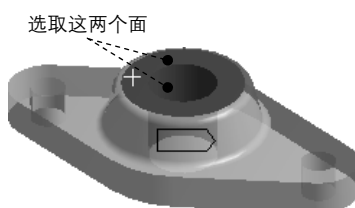

图 7.6.42 定义目标面
(2) 定义目标面。单击以激活 **Target** 后的文本框，选取图 7.6.42 所示的模型表面为目标面(两个面)，单击 **Apply** 按钮。